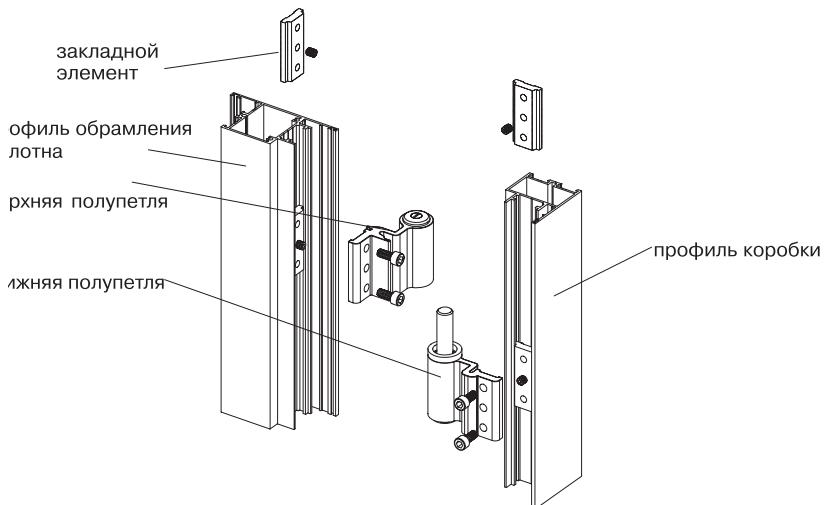

Рисунок 5
4.5 Полотно калитки навешивается на двух регулируемых петлях. Полупетли крепятся двумя винтами к закладным элементам, закрепленным в специальных пазах профиля обрамления полотна и профиля коробки калитки (рисунок 5).